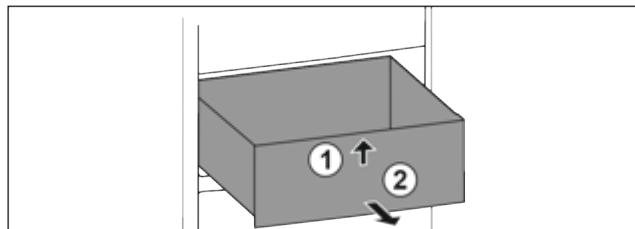

Fig. 75
- Підняти висувний ящик спереду. Fig. 75 (1)
- Вийняти висувний ящик рухом вперед. Fig. 75 (2)